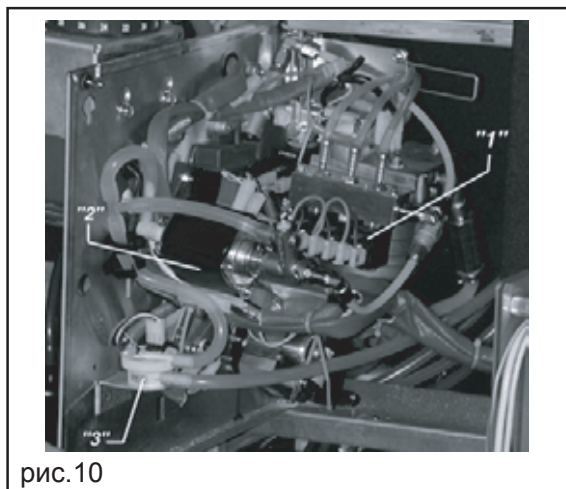

рис.10
- * после включается помпа (2, рис. 10) и подкачивает заданное счетчиком воды (3, рисю 10) количество воды через ЦУ для приготовления эспрессо;